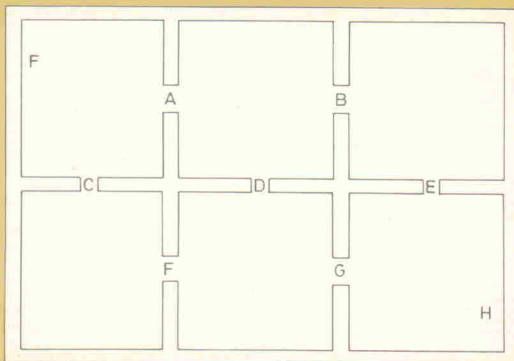

Bild 1. Aufbau des Bildschirms
In den ersten 10 Zeilen werden der Bildschirm gelöscht und einige Variablen initialisiert. Die darauf folgenden Zeilen 15 bis 90 werden mit GOTO 100 übersprungen. Sie dienen als Unterprogramme zum Aufbau des in Bild 1 dargestellten Bildes, das nach Ausgabe der Überschrift (Zeile 100) durch entsprechende GOSUB-Aufrufe erzeugt wird (Zeilen 105 bis 140). Inhalt des Bildschirms ist jetzt ein großes Rechteck, das wiederum in 6 kleinere Rechtecke unterteilt ist und im Sinne des Spiels einen Hühnerstall mit 6 Abteilungen darstellt.
In Programmzeile 150 wird die erste Position des Display-Files festgestellt, die ja bekanntlich beim ZX81 variabel ist und vom Umfang des Gesamtprogramms im RAM abhängt. Danach werden die ausgesparten Lücken ('Gatter') in Bild 1 mit den Symbolen A bis G gekennzeichnet sowie die Position von Fuchs (F) und Henne (H) markiert (Zeilen 160 bis 240).